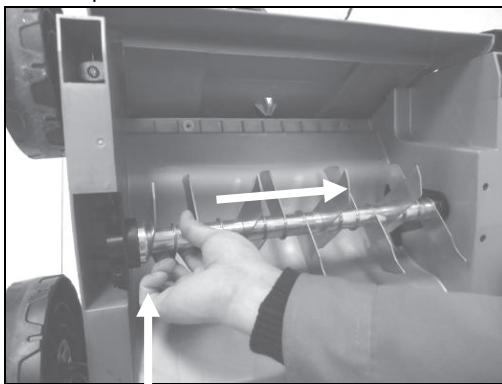
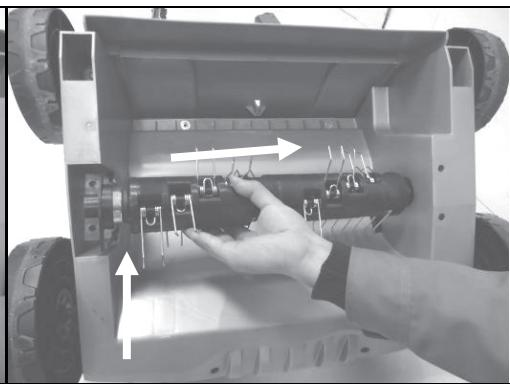

Рис. 5C
Рис.5D
1. Установите новый ролик в направлении, указанном стрелкой, на привод с квадратным концом и вдавите в держатель (рис.5C/ рис.5D).